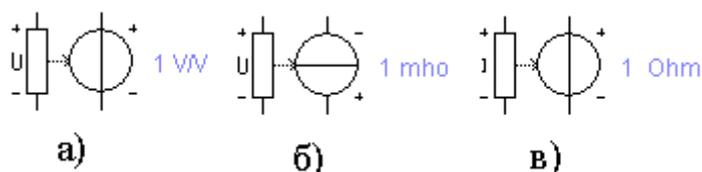

Рисунок 1.4 – Условные изображения источников: напряжения, управляемого напряжением (а), тока, управляемого напряжением (б), напряжения, управляемого током (в)
**Источник напряжения, управляемый напряжением** (рис. 1.4, а). Отношение выходного напряжения к входному определяется коэффициентом пропорциональности  $E$ , который задается в мВ/В, В/В и кВ/В.
**Источник тока, управляемый напряжением** (рис. 1.4, б). Отношение выходного тока к управляющему напряжению – коэффициент  $G$ , измеряется в единицах проводимости (1 / Ом или Сименс).
**Источник напряжения, управляемый током** (рис. 1.4, в). Передаточное сопротивление имеет размерность сопротивления и задается в мОм, Ом и кОм.